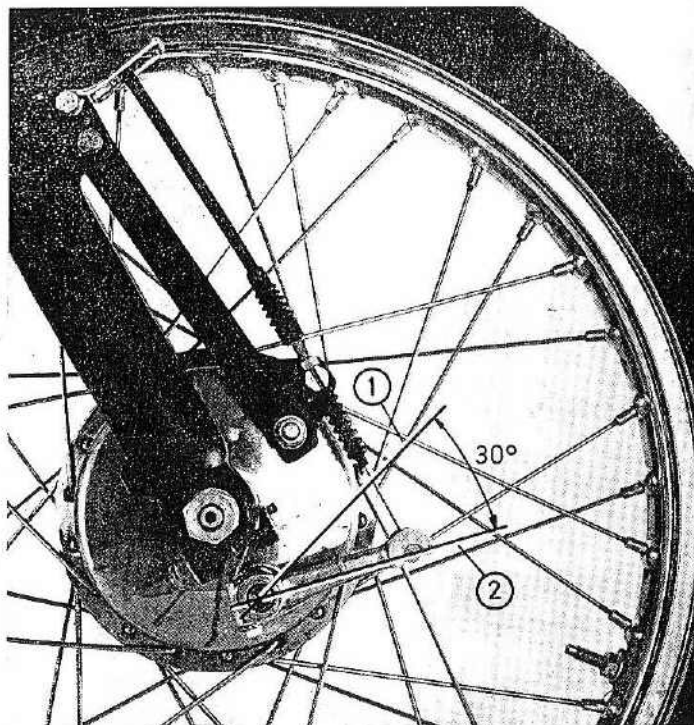

Fig. 19
3. Ajuste de la palanca del freno. Conforme se van gastando los forros de freno, la palanca va cambiando de posición en los sucesivos reglajes. Así llegará un momento en que el muelle quedará comprimido en exceso y perjudicará al frenado. Cuando así ocurra se procederá a cambiar la posición de la palanca girándola en unos grados (ver fig. 19). Fijar en esta posición con llave de 10 mm y graduar como se ha dicho en los puntos 1 y 2.
3. **Réglage du levier de frein.** A mesure que les garnitures de frein s'usent, le levier change de position au cours des réglages successifs. Il arrivera donc un moment où le ressort sera trop comprimé et gênera le freinage. Lorsque cela se produira, on procédera à changer la position du levier en le faisant tourner de quelques degrés (voir fig. 19). Le bloquer dans sa nouvelle position avec une clé de 10 mm et régler comme indiqué dans les paragraphes 1 et 2.
1. **Using the Cable Adjuster.** To increase/decrease the travel of the handlebar lever, rotate the serrated 2 (fig. 19) that the adjuster is retracted into or extended from the handlebar mount.
3. **Adjusting the Brake Arm.** According as the brake linings wear, the brake arm changes in position in successive adjustments. Thus it will arrive that the sprig will be excessively compressed and will affect braking. When so occurs, change the position of the brake arm by turning it a few degrees (see fig. 19). Secure in this position with a 10 mm wrench and set as indicated in paragraphs 1 and 2 above.